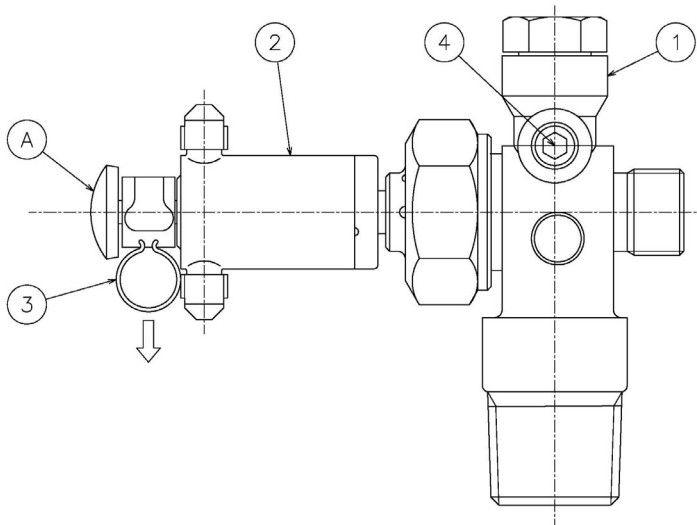
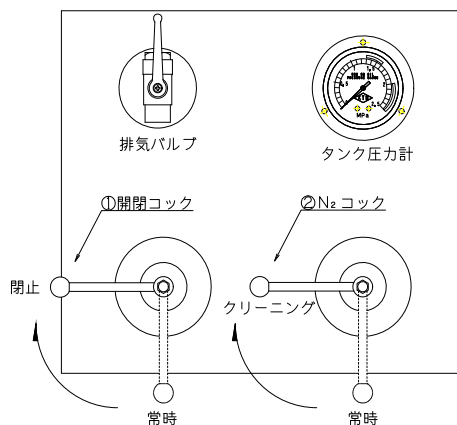

図 4. 加圧用容器弁概略図
図 5. 操作盤概略図
通常操作で起動できない場合は、図 4 を参照の上、次の要領で手動操作を実施してください。
一度起動したシステムを停止する場合は、図 5 を参照の上、次の要領で実施してください。粉末放出弁が閉止します。但し、粉末貯蔵容器内は 1.6MPa まで加圧されます。
放出を途中で停止した場合、配管内に粉末消火剤が残留しています。図 5 を参照の上、次の要領で、クリーニング操作をおこなってください。但し、粉末放出弁が開放する前に途中停止した場合は、クリーニングの必要はありません。図 1 を参照の上、排気バルブから窒素ガスをぬいてください。
日常点検は、図 1 及び図 3、図 4 を参照の上、次の事項について必ず行ってください。
- (1) 粉末放出弁の点検
- (2) 点検バルブの点検
- (3) ガス抜きバルブの点検
- (4) 点検コックの点検（1000 型以上のみ）
- (5) 排気バルブの点検
- (6) 操作盤の点検（図 5 を参照）
- ・ N₂ コック②及び開閉コック①のレバー「常時」の位置にあること。
- ・ 粉末タンク圧力計③の指針が 0MPa であること。
- (7) 加圧用容器弁の点検（図 4 を参照）
- ・ 容器弁開放器②の安全ピン③が確実にセットされていること。
- ・ 加圧用容器弁の検圧穴に閉止ナット④が確実にねじこまれていること。
- (8) 圧力調整器の点検